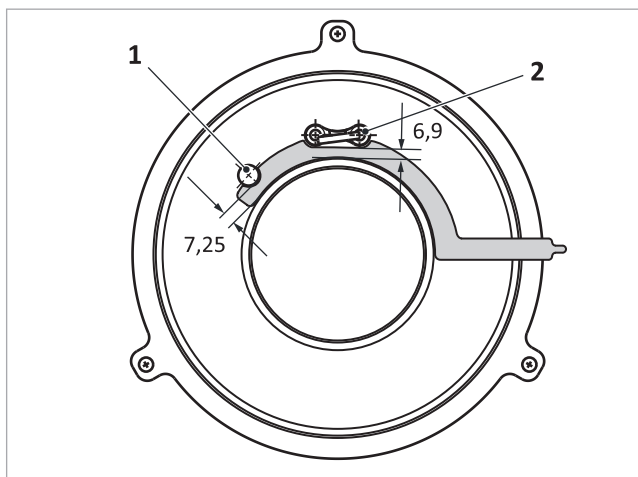

Fig. 47: Distanze degli elettrodi di accensione e di ionizzazione dal vello del bruciatore
- elettrodo di ionizzazione → fig. 47 (1): 7,25 mm
- elettrodo di accensione → fig. 47 (2): 6,9 mm